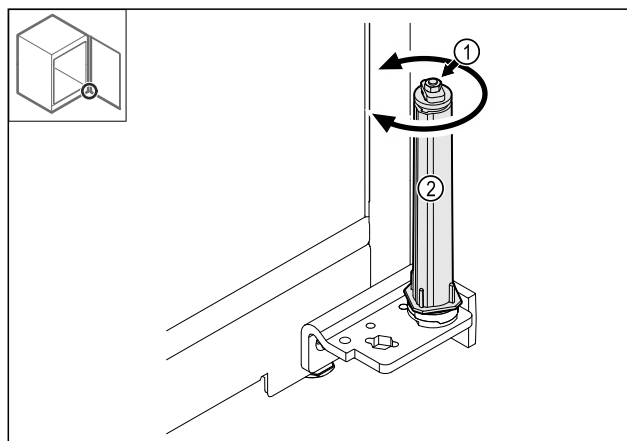

Fig. 34
- Non scomporre il collegamento a vite Fig. 34 (1) del sistema di chiusura.
- Ruotare il sistema di chiusura Fig. 34 (2) finché non scatta.